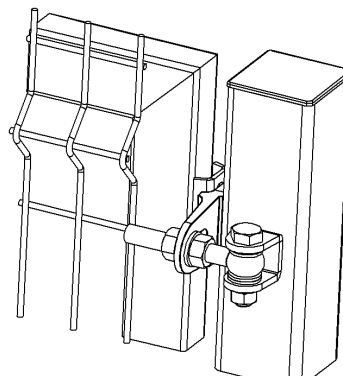

Рис.9
- при открытии калитки наружу рис.9.